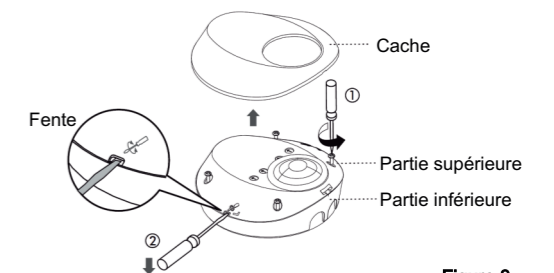

Figure 8
3.4.1.2 Vissez les quatre vis sur la partie supérieure et retirez la partie inférieure. (Voir figure 8).